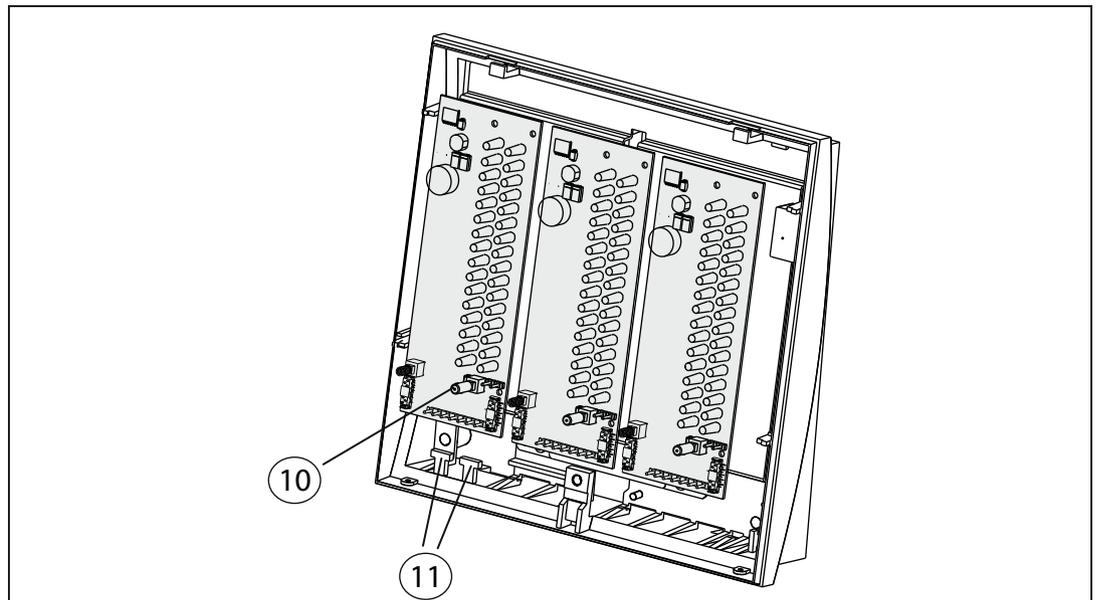

Figura 4.6: Colocación de la tapa del botón
9. Inserte los cables en los bloques de terminales y únalos a las clavijas (8) según lo especificado en la sección 5 "Conexión".
La *figura 4.6* (11) muestra las barras de fijación para las bridas. Si hay más de un ATG 420, realice también las conexiones de los conectores SUA1 y SUA2 conforme a la sección 5 "Conexión".
10. Coloque la tapa de botón (incluida en el kit de accesorios) en el botón de la parte izquierda de ATG (10).